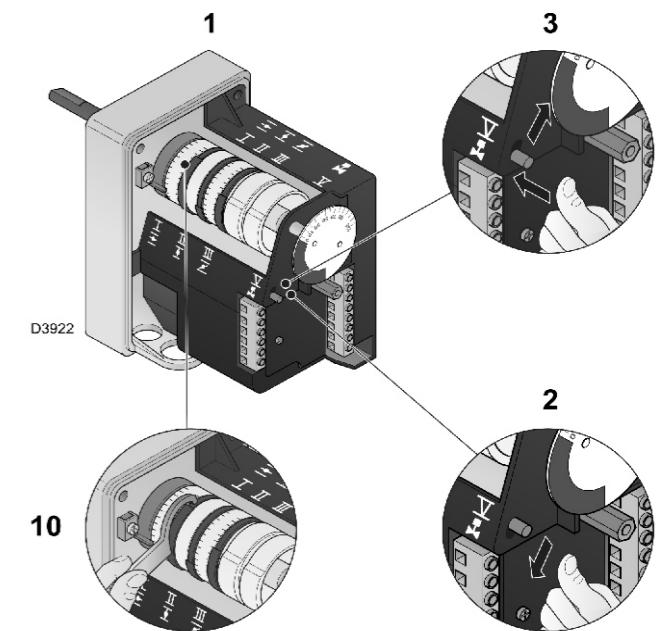

图 32
- 对凸轮 III 所进行的任何必要调整，尤其是微调，需通过一个磁铁使用位于伺服马达下方的专用调节键 10)（图 32）。
图例 (图 32)